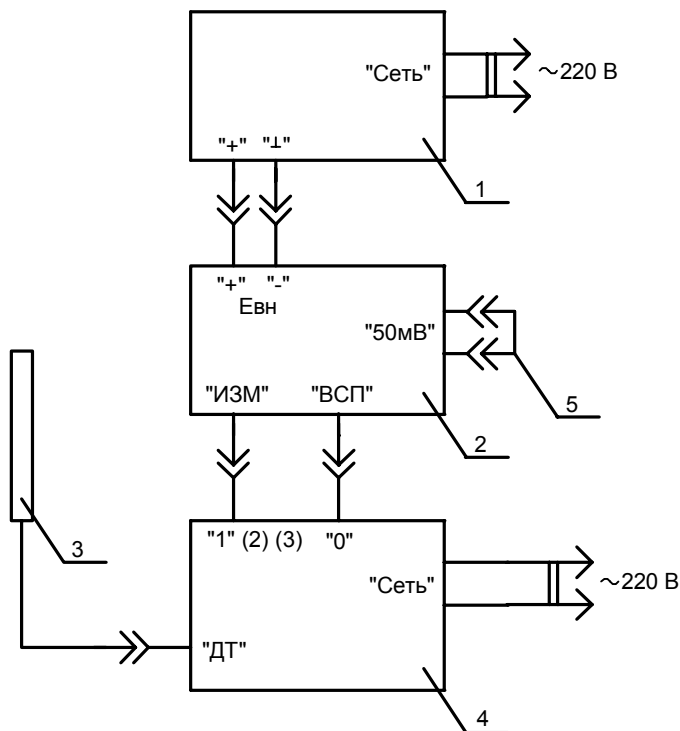

Рис.7. Схема установки для проведения поверки.
6.6.2.2. Подвергнуть прибор начальной стабилизации в течение 2 ч. Подготовить в соответствии с эксплуатационной документацией средства поверки по п. 6.3. Собрать установку для проведения поверки согласно схеме, приведённой на рис.7.